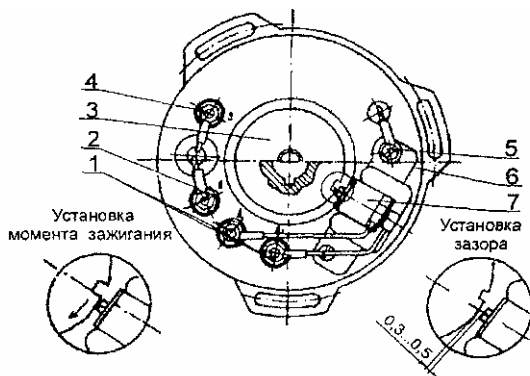

Рис.27 Генератор 43.3701
На вашем мотоцикле может быть установлен генератор 43.3701 (рис.27 мощностью 65 Вт.
4. Удерживая коленвал в таком положении повернуть статор в положение, при котором край паза ротора или метка на роторе совпадает с краем сердечника датчика генератора (см. рис.27).